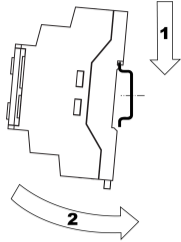

Рисунок 2 – Монтаж на DIN-рейке
3. Новый прибор с усилием прижать к DIN-рейке в направлении, показанном стрелкой 2, и отверткой зафиксировать защелку (см. рисунок 2).